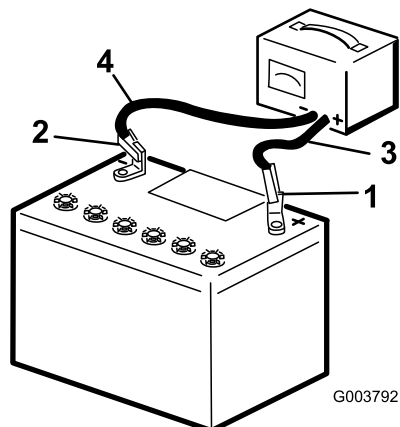

Figura 57
2. Collegate il cavo positivo del caricabatteria al morsetto positivo della batteria (Figura 57).
3. Collegate il cavo negativo del caricabatteria al morsetto negativo della batteria (Figura 57).
5. Quando la batteria è completamente carica, staccate il caricabatteria dalla presa elettrica e scollegate i cavi di ricarica dai morsetti della batteria (Figura 57).